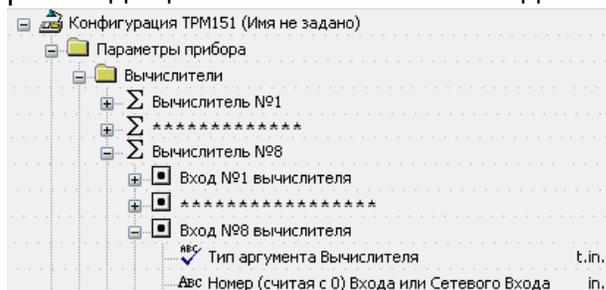

**Рисунок 3.5 – Пример задания диапазона измерения активного датчика**
- Пример. При использовании датчика с выходным током 4...20 мА, контролирующего давление в диапазоне 0...25 атм., в параметре Ain.L задается значение 00,00, а в параметре Ain.H – значение 25,00 (см. рисунок 3.5). После этого обработка и отображение показаний будет производиться в атмосферах.